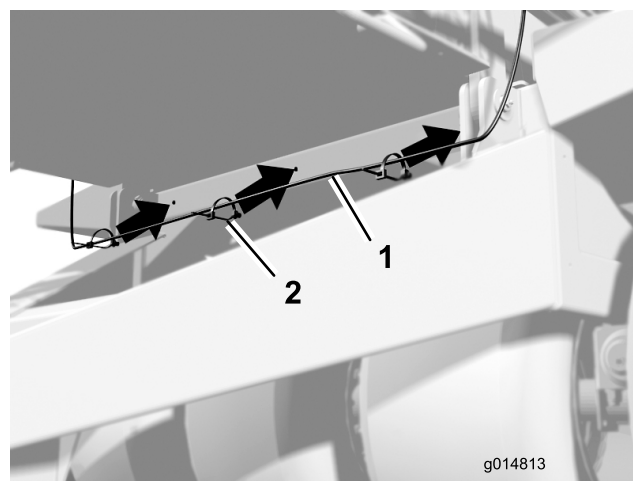

Figura 7
9. Insira (6) braçadeiras R em cada extensão comprida dos fios.
11. Utilize os (3) furos na parte da frente da tremonha para prender os fios com cliques de cabos (Figura 7).